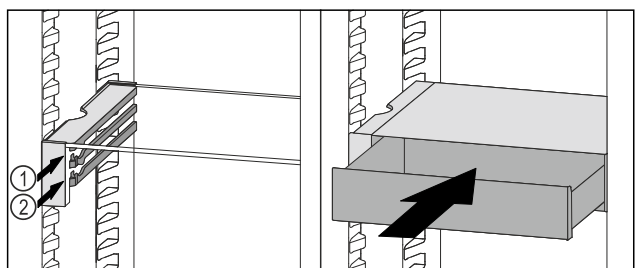

Fig. 183
- ▶ 将 VarioSafe 抽屉放置在所需肋梁 Fig. 183 (1) 或 Fig. 183 (2) 上的止动器后面。